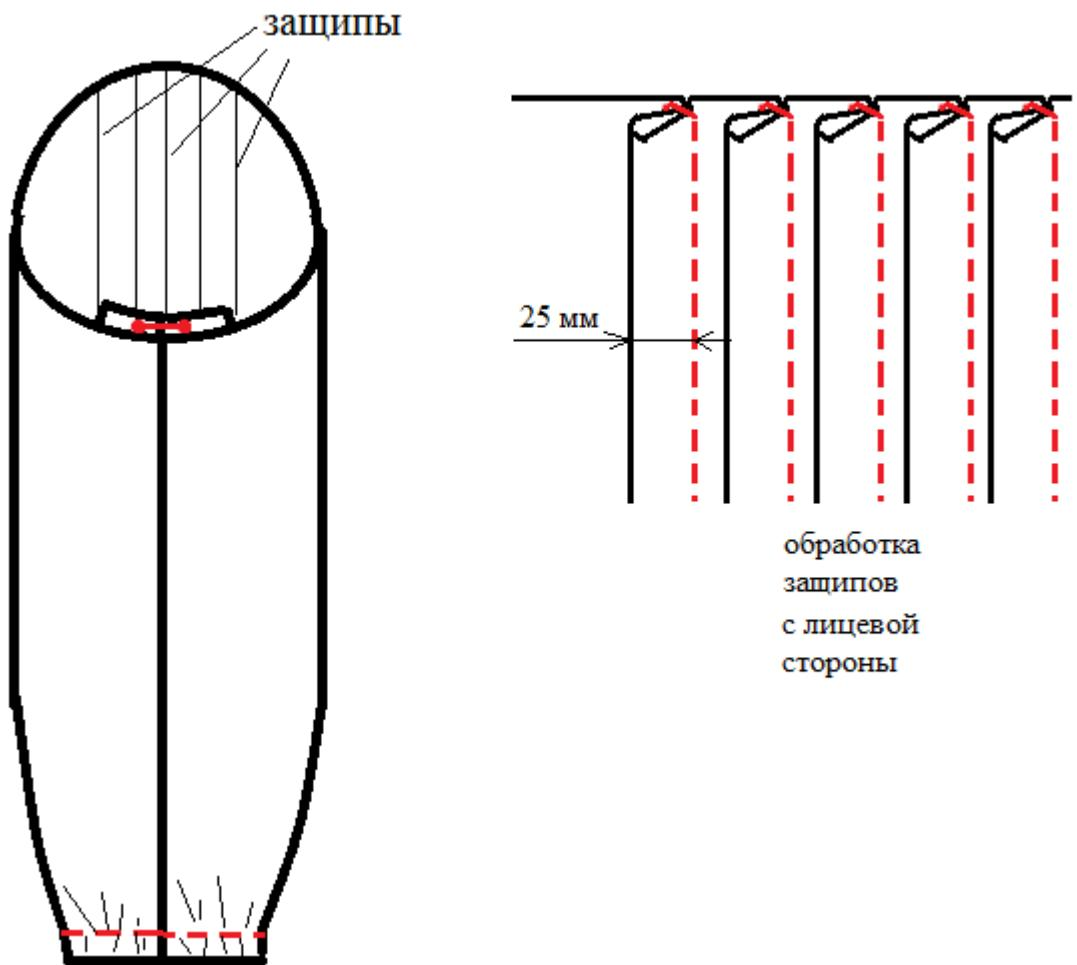

Рисунок 2 – Схема обработки рукава с защипами
2) При пошиве можете воспользоваться рекомендованной технологической последовательностью изготовления, приведенной ниже (стр. 7), а также схемой обработки (стр. 8, рис. 2), или применить свой метод изготовления, не ухудшающий качество и полностью соответствующий заданному внешнему виду фрагмента модели женской блузки.